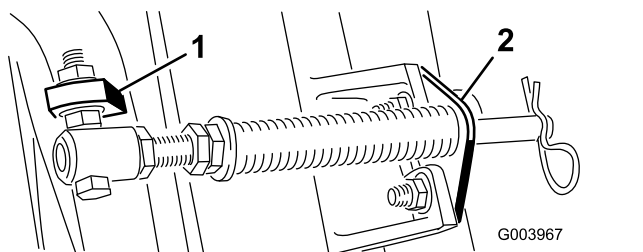

**Figura 5**
- A. Togliete i due bulloni a testa tonda e i dadi che fissano la staffa dell'asta alle alette degli elementi di taglio (**Figura 5**).
- B. Rimuovete il dado flangiato che fissa il bullone del tubo della molla all'aletta del telaio portante (**Figura 5**). Rimuovete il gruppo